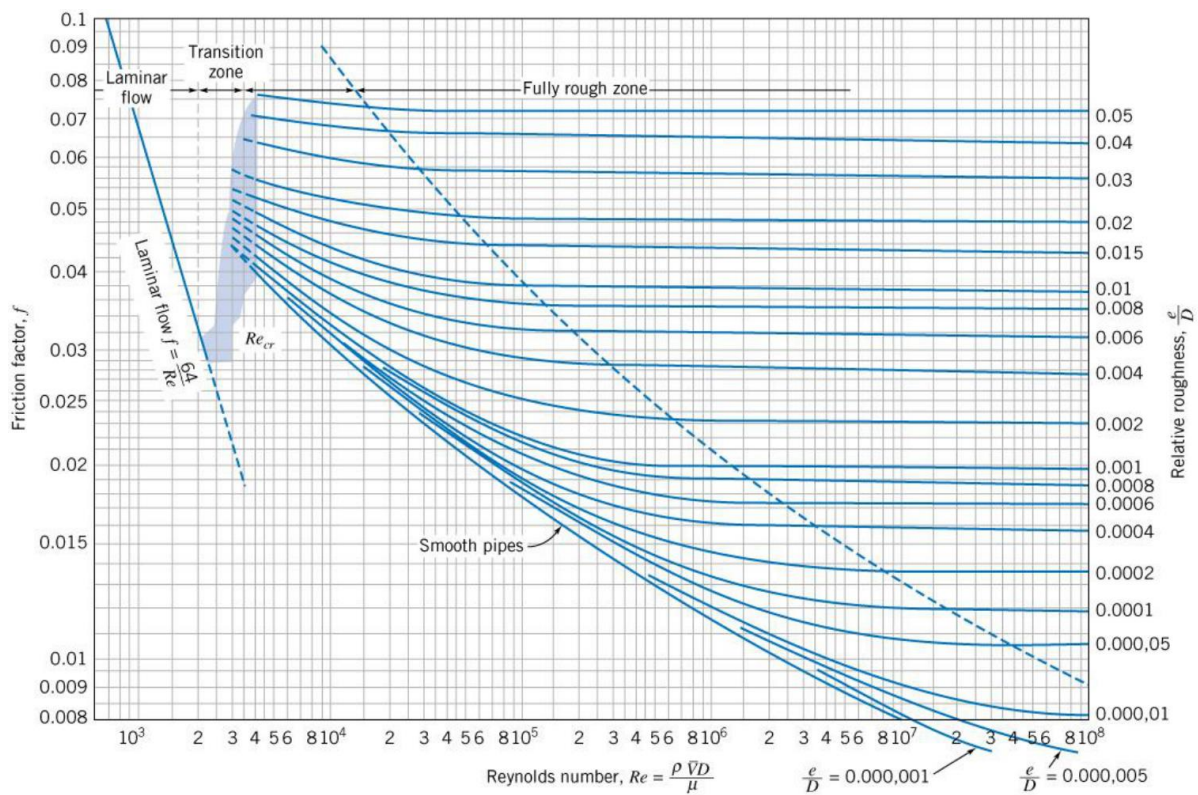

Figura 1 - Diagrama de Moody, utilizado na determinação do fator f em função de  $\epsilon/D$  e Re.
- Representação gráfica das variações de atrito (f) em função da rugosidade relativa ( $\epsilon/D$ ) e do Número de Reynolds (Re) (Figura 1).